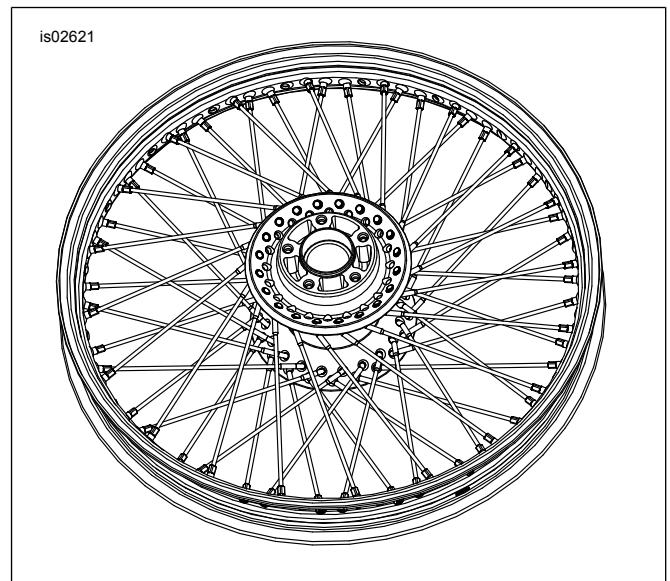

Abbildung 7. Äußere Speichen montieren
7. Siehe Abbildung 7. Die Felge umdrehen, damit die Bremsscheibenseite nach **unten** zeigt. Eine beliebige Speiche der **äußeren** Reihe in die Nabe stecken. Die Speiche gegen den Uhrzeigersinn anwinkeln und in das zu deren Aufnahme entsprechend angewinkelte Felgenloch stecken. Den Speichennippel lose zusammenbauen.